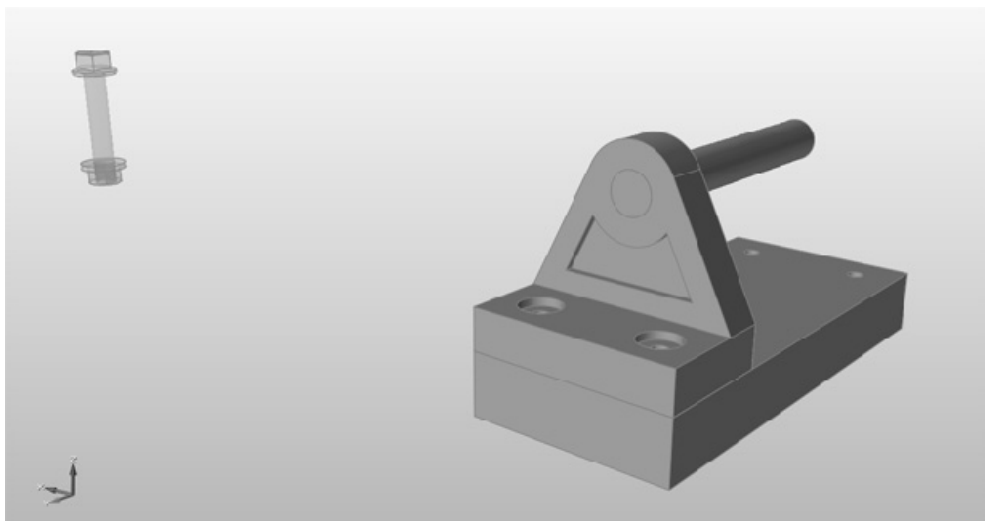

图 3-16
2) 按住〈Ctrl〉键，同时将鼠标移动至螺栓上方，被选中的零件显示为透明，如图 3-16 所示。